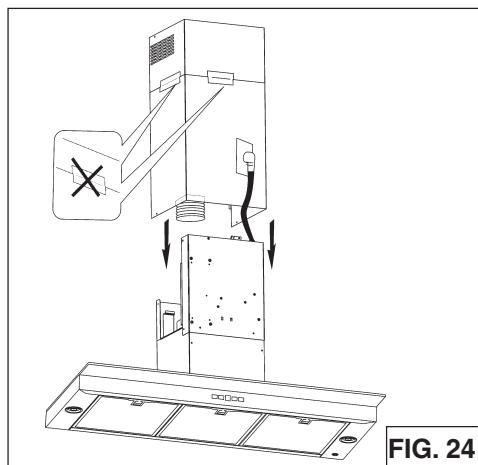

FIG. 24
9. Conecte el cable eléctrico en el tomacorriente. Quite la cinta de los tubos de humos y baje en posición sobre la campana (Fig. 24).